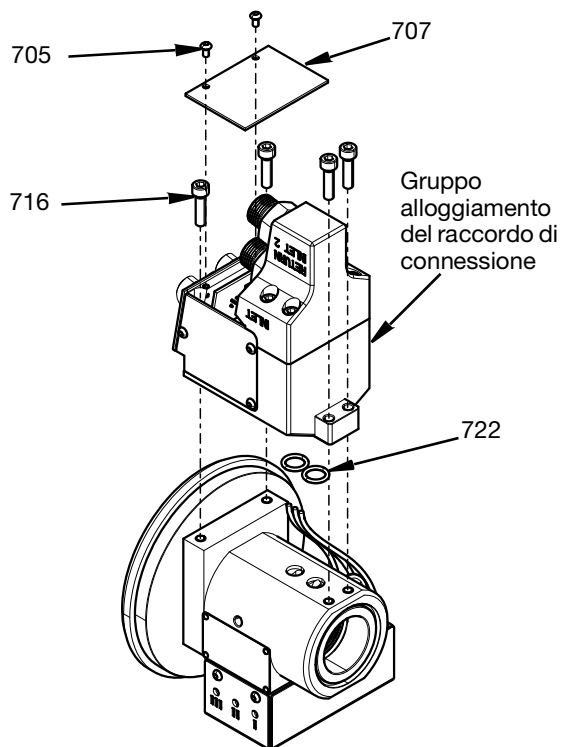

FIG. 24
- Il gruppo alloggiamento del raccordo di connessione è collegato al corpo girevole con quattro viti M5 (716). Serrare a 6,5 N•m (57,5 in-lb). La piastra di copertura (707) è collegata con due viti M3 (705). Serrare a 1,35 N•m (12 in-lb). Prima del rimontaggio, sostituire gli O-ring usati (722) con nuovi O-ring. Vedere FIG. 24